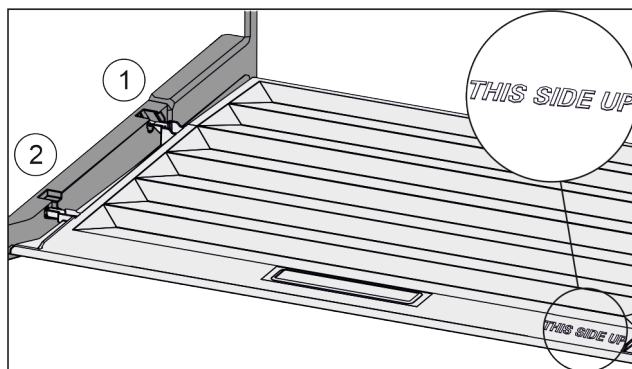

Fig. 39
- ▶ Výstupky veka zaveďte cez otvor zadného držiaka Fig. 39 (1) a zaistite vpredu v držiaku Fig. 39 (2).